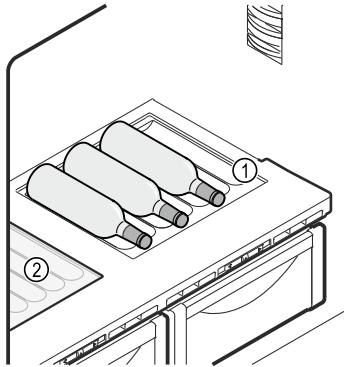

Fig. 57 Shembull ilustrues
- Ngrini lart përpara një pllakë xhami ose të dyja pllakat e xhamit (1) te foleja dhe tërhiqini jashtë.
- Vendoseni pllakën e xhamit Fig. 57 (2) nën raftin mbajtës të ndryshueshëm të shisheve.